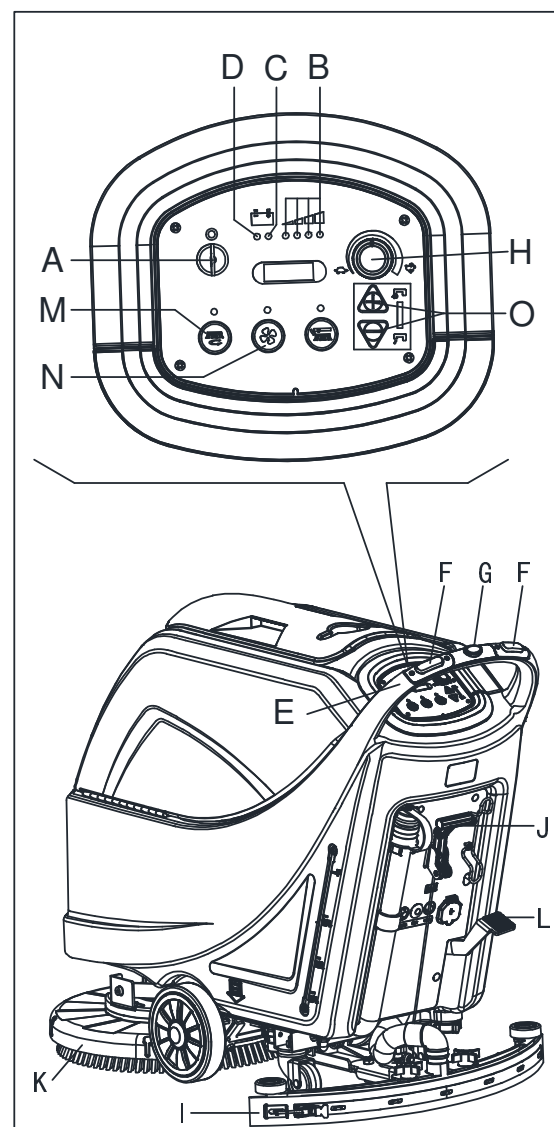

Figure 8
- Insérer la clé de contact (A, Fig. 8) et la tourner sur "I". Vérifier que le témoin lumineux vert (B) se met en marche (batterie chargée). Si le témoin lumineux LED jaune (C) ou rouge (D) s'allume, retourner la clé de contact sur "0" et charger les batteries (voir la procédure au chapitre Entretien).
- En la poussant avec les mains sur la poignée (E) (uniquement pour les machines sans traction).
- En la poussant avec les mains sur la poignée (E) et en appuyant sur le commutateur (F) pour avancer, ou en appuyant sur le commutateur (F) avec le commutateur (G) pour reculer (uniquement pour la machine à traction). La vitesse d'avancement peut être réglée avec le dispositif de réglage (H).
- Abaisser l'embouchure (I) avec le levier (J).
- Abaisser la plate-forme de la brosse/du plateau support disque (K) en appuyant sur la pédale (L).
- Appuyer sur le commutateur de la brosse/du plateau support disque (M) sur le commutateur du système d'aspiration (N).
- Appuyer sur les commutateurs de réglage du débit d'eau (O), si nécessaire, en fonction du type de nettoyage à effectuer.
- (uniquement pour les machines sans traction) en poussant la machine avec les mains sur la poignée (E) et en appuyant sur le commutateur (F).
- (uniquement pour les machines avec traction) en poussant la machine avec les mains sur la poignée (E) et en appuyant sur le commutateur (F). Si nécessaire, la vitesse d'avancement peut être réglée avec le dispositif de réglage (H).
2. Tout en gardant les deux mains sur la poignée, appuyer sur l'interrupteur de sécurité (F, Fig. 8), puis manœuvrer la machine et commencer à nettoyer/sécher le sol.